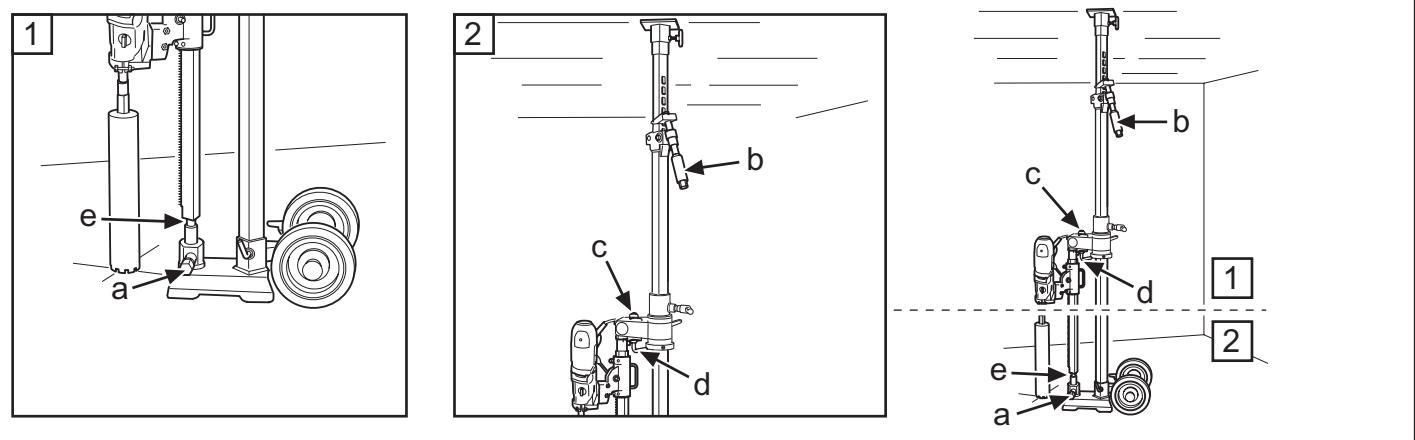

Fig.10
4. Bloquear el tornillo de puntal en el manguito de bloqueo con el tornillo de fijación (a) y la tuerca (e), apretando con una llave de 24/30 mm (fig. 10).
4. Bloquear o parafuso de escora no casquilho de bloqueio com o parafuso de fixação (a) e a porca (e), e apertar com chave de 24/30 mm (Fig. 10).
4. Lock the support column screw in the locking sleeve with the locking screw (a) and nut (e), tighten with a 24/30 mm spanner (Fig. 10).